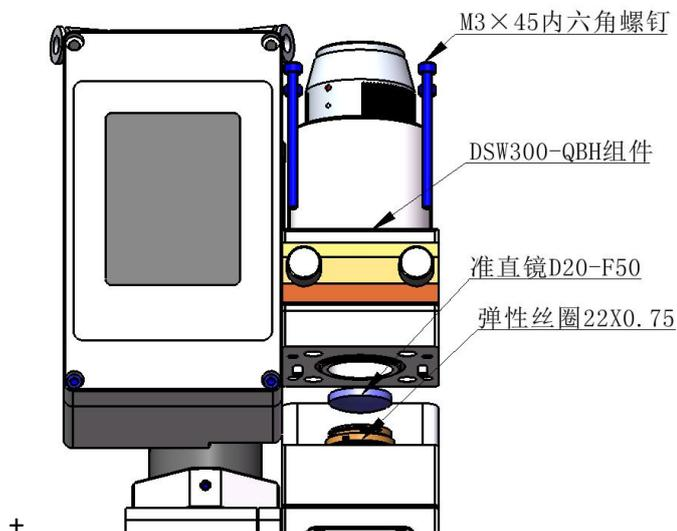

图 14 DSW300 准直镜组件示意图
- (1) 拆下焊接头，移至洁净场所，清理干净焊接头表面所有灰尘；
- (2) 用3mm的内六角扳手拧开QBH组件的锁紧螺钉（如图14所示）。
- (3) 用拆镜工具取下弹簧压圈和准直镜；清洁或更换准直镜片。